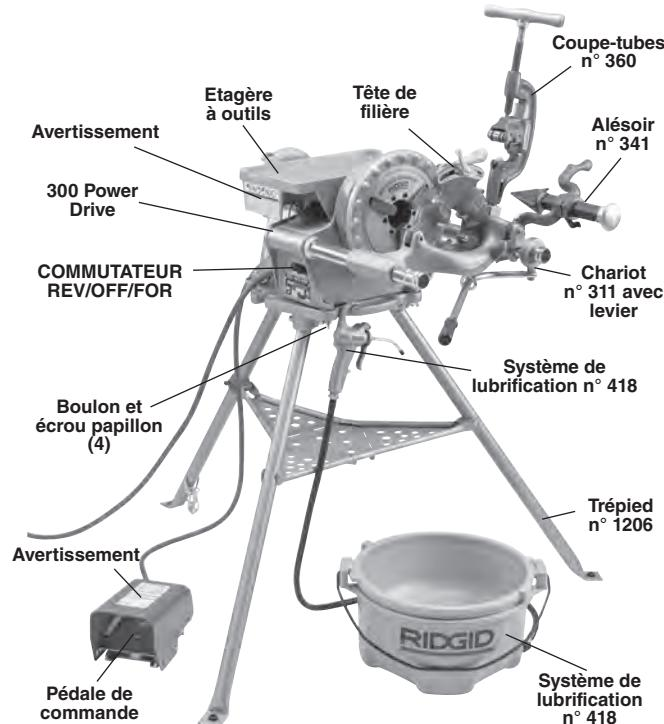

Figure 2 – Système d'entraînement 300 Power Drive Complete
- Posez le 300 Power Drive sur le trépied, puis fixez-le à l'aide de la boulonnerie fournie (Figure 2).